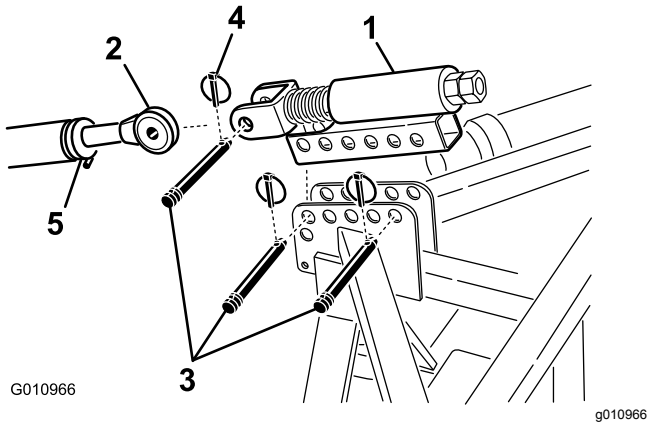

図 9
1. リンクピンとリンチピン 2本ずつをつかって、スプリング付き上リンクをエアレータのブラケットに取り付ける 図 9。
2. トラクションユニットの上リンクのロックナットをゆるめる。上リンクの長さを調節して、上リンクと、エアレータのスプリング付き上リンクのクレビスとを整列させる 図 9。
3. トラクションユニットの上リンクを、スプリング付き上リンクのクレビスに接続し、リンクピンとリンチピンで固定する 図 9。
6. 上リンクを回してスプリングの圧縮長さをおおよそ 13 mm にする 図 9。